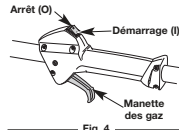

Fig. 4
REMARQUE : Il n'est pas nécessaire de faire démarrer la machine. La commande Arrêt/ Marche est en position Marche (I) en permanence (Fig. 4).
2. Appuyez sur la commande Marche/Arrêt Stop et maintenez-la en position **ARRÊT (O)** jusqu'à ce que le moteur s'arrête complètement (Fig. 4).